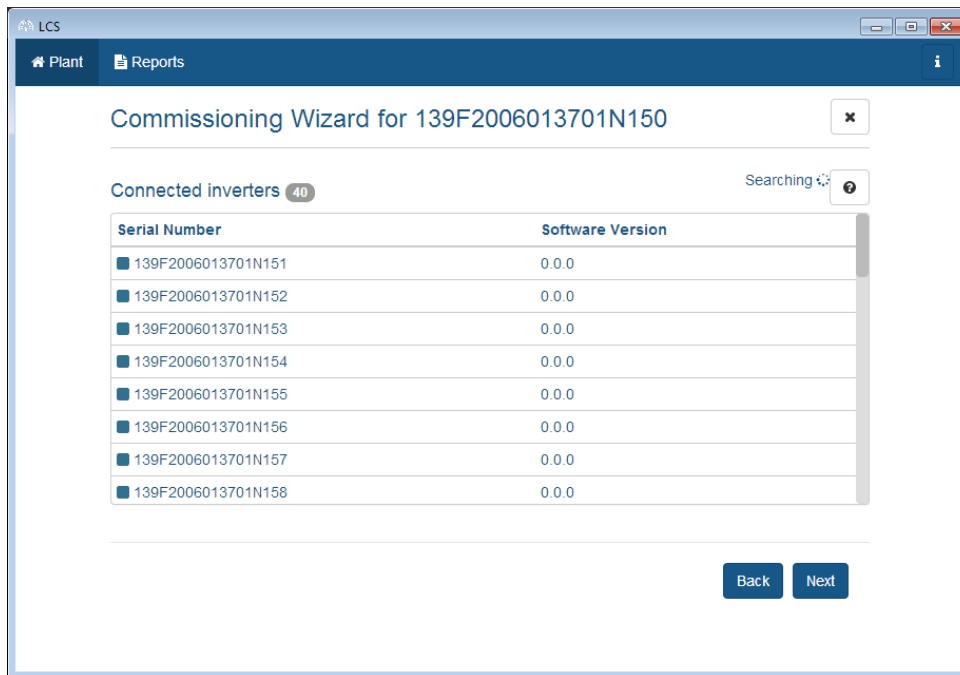

Abbildung 3.6 LCS Tool - Liste der angeschlossenen Wechselrichter
4. Eine Liste der durch den ausgewählten Wechselrichtermanager identifizierten Wechselrichter wird angezeigt. Siehe *Abbildung 3.6*. Prüfen, ob die Liste der Wechselrichter vollständig ist. Prüfen, ob alle Wechselrichter vorhanden sind. Es ist möglich, mit der Konfiguration der aufgeführten Wechselrichter fortzufahren, selbst wenn nicht alle Wechselrichter gefunden werden. Die unentdeckten Wechselrichter können später noch konfiguriert werden.